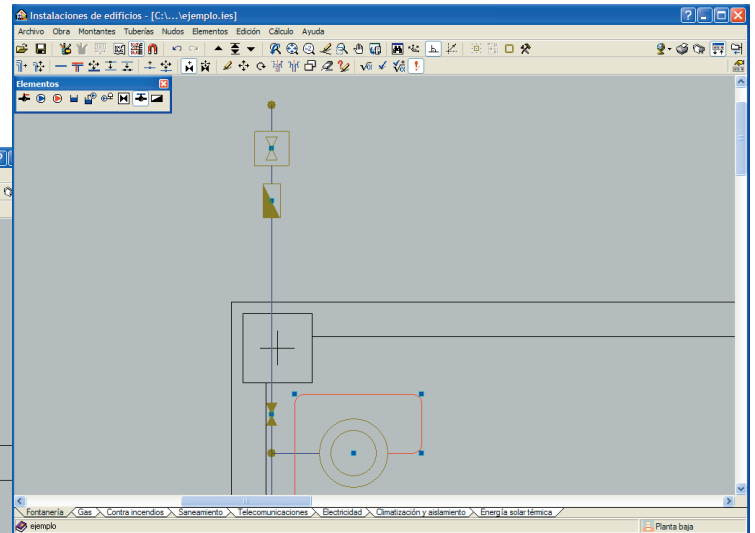

Fig. 43
- Pulse nuevamente en **Elementos>Nuevo** y seleccione el icono  **Llave de abonado**, desactive **Con cambio de sección** y sitúe la llave del abonado a continuación del contador, pero en el interior de la vivienda (Fig. 43).